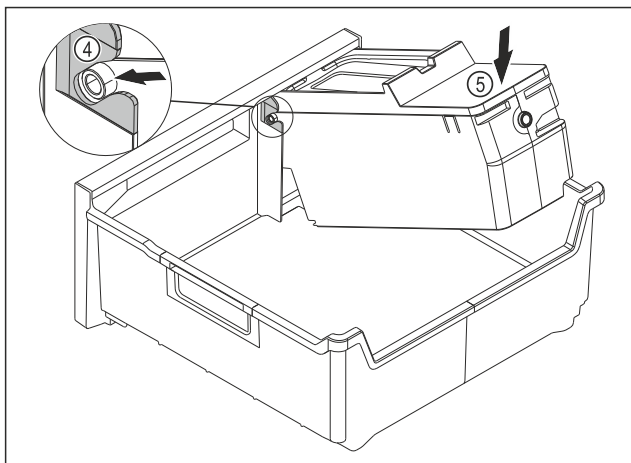

Fig. 82
- ▶ Монтаж на корпуса на EasyTwist-Ice: Вкарайте осите на корпуса на EasyTwist-Ice във водачите Fig. 82 (4).
- ▶ Натиснете надолу корпуса на EasyTwist-Ice Fig. 82 (5) отзад.